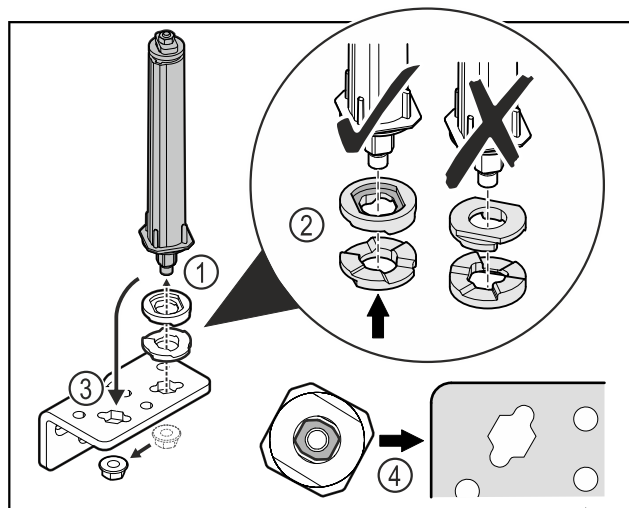

Fig. 33
- Отпустите гайку и демонтируйте систему закрытия двери Fig. 33 (1).
- Учитывайте правильность выравнивания шайб для регулировки высоты Fig. 33 (2).
- Переставьте систему закрытия двери в шарнирном уголке и зафиксируйте гайкой Fig. 33 (3).
- При установке учитывайте правильность выравнивания системы закрытия двери Fig. 33 (4).